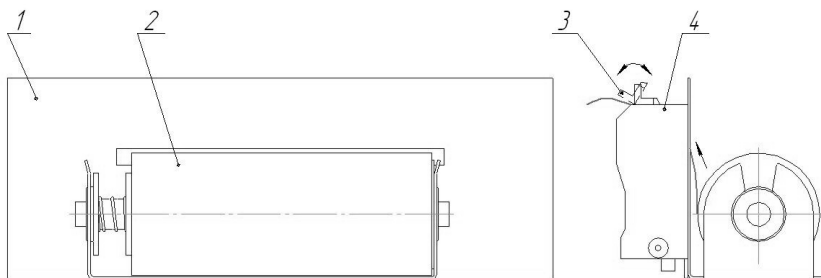

Рис. 7
2.5.8 Термобумагу с рулона 2 заправить в прорезь шасси принтера 1, предварительно на принтере 4 откинуть рычаг 3, после заправки термобумаги рычаг 3 вернуть в исходное положение (рис. 7).